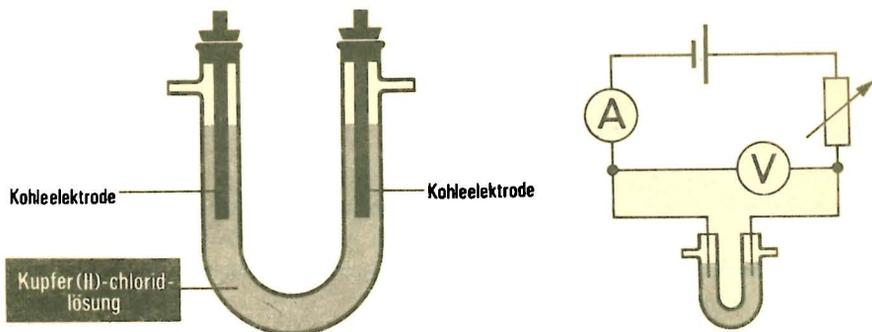

Abb. 7
1. Bauen Sie die Apparatur (Abb. 7, S. 46) auf!